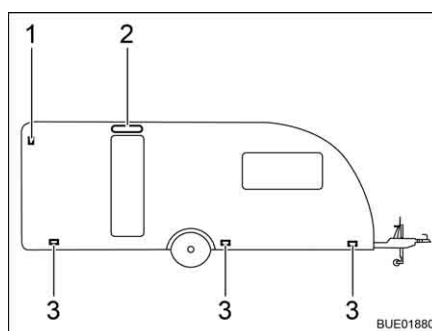

Bild 219 Beleuchtung Seite
Die Markierungsleuchten (Bild 219,3) sind im unteren Bereich der Seitenwand des Fahrzeugs angebracht.
Die Umrissleuchte (Bild 219,1) ist im oberen Bereich der Seitenwand des Fahrzeugs angebracht.
**Vorzellleuchte** Die Vorzellleuchte (Bild 219,2) ist im oberen Bereich der Seitenwand des Fahrzeugs angebracht.